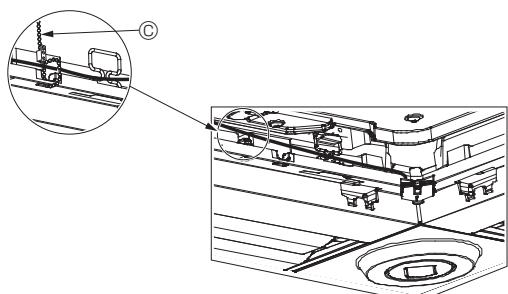

Fig. 10-12
- Zamocować przewody Czujnika i-see i odbiornika sygnału do panelu za pomocą mocowań w sposób pokazany na schemacie tak, aby przewody nie zwisły, a następnie odciąć nadmiar końcówek mocowania. (Fig. 10-12)
- Jeśli położenie Czujnika i-see zostało zmienione z położenia “○” (E) na położenie “□” (F), należy zmienić ustawienia funkcji. (Patrz strona 13).